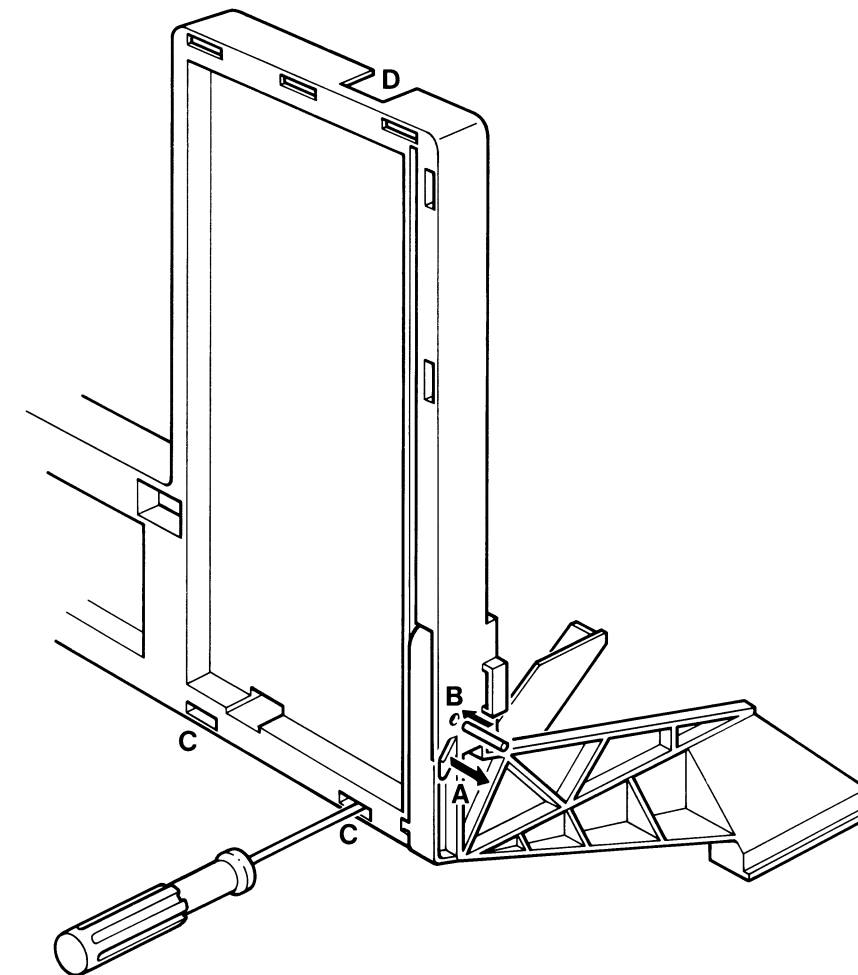

Fig. II-9
1. Wenn die Rasthebel A auf beiden Seiten des Chassis ein wenig auswärts gedrückt werden (siehe Bild II-9), lässt sich das Chassis aufklappen.
6. Der Abstützbügel des Zeilenausgangstransformators lässt sich beseitigen, nachdem dessen Befestigungsungen über die Löcher C (siehe Bild II-9) entriegelt worden sind. Dazu ist ein Schraubenzieher in die Löcher C einzustecken und anschliessend ist die Verriegelung der Befestigungsungen nach unten zu drücken.
7. Wird die Rückwand befestigt, müssen zuerst die Haken in der Rückwand in die Öffnungen D gesteckt werden (siehe Bild II-9).